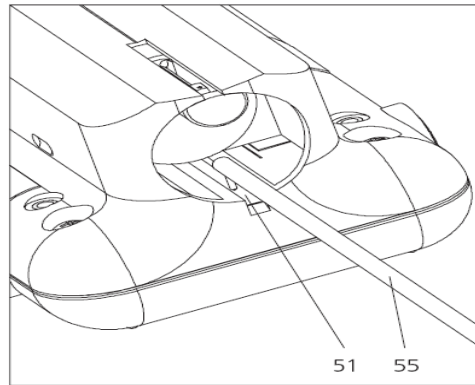

图 10
1. 定位适当的粗糙度测量仪（如 Perthometer S2、驱动单元 PZK、无导块探头 MFW），使探头位于内置样块上，并可测量到 5.6 mm 的扫描长度（参见图 10）。